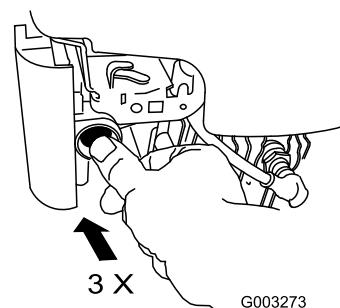

Figure 18
2. Appuyez fermement à 3 reprises sur l'amorceur avec le pouce, en marquant une pause d'une seconde chaque fois (Figure 18).